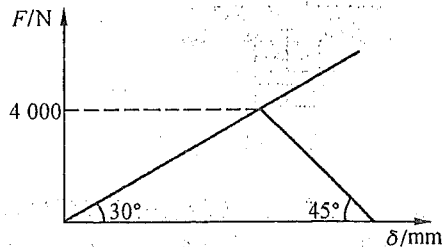

图 10-1
10-1 如图 10-1 所示为某受轴向工作载荷的紧螺栓联接的载荷变形图: (1) 当工作载荷为 2 000 N 时, 求螺栓所受总拉力及被联接件间残余预紧力。 (2) 若被联接件间不出现缝隙, 最大工作载荷是多少?